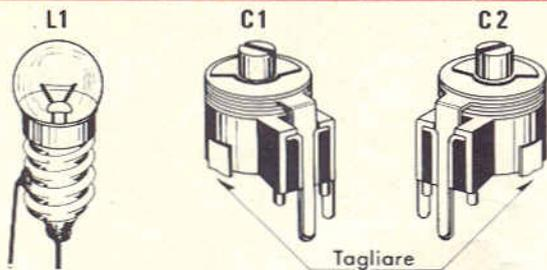

Fig. 4 - Modifica da apportare ai compensatori C1 e C2 e aspetto della lampadina L1 dopo la saldatura di due spezzoni di filo.
- Montare i compensatori C1-C2. Tagliare il terminale indicato in fig. 4 orientare i compensatori stessi secondo il disegno e inserire i terminali nei rispettivi fori; saldare e tagliare i terminali che superano i 2 mm dal piano del rame.
- Saldare due spezzoni di filo rigido del  $\varnothing$  di 0,7 mm ai poli della lampadina L1 — Fig. 4 —.